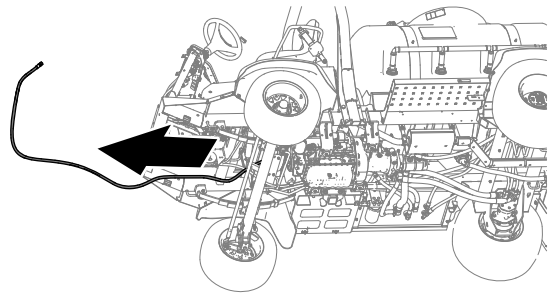

Figura 64
3. Retire la manguera de presión delantera de la máquina (Figura 64).